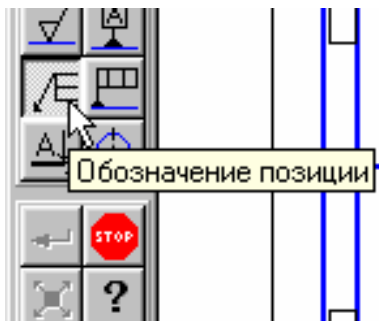

Рис. 19
8. Проставьте номера позиций для деталей с помощью команды **Обозначение позиций**, рис. 19 (можно с произ-